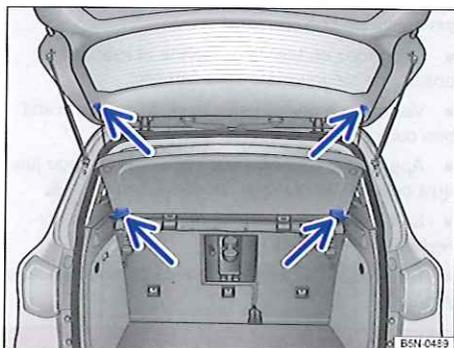

Fig. 97 Dans le coffre à bagages : dépose et repose du couvercle.
- Décrochez les sangles de retenue du hayon ⇒ fig. 97 (flèches du haut).
- Tirez le couvercle vers l'arrière pour le faire sortir des fixations latérales ⇒ fig. 97 (flèches du bas).
- Poussez le couvercle vers l'avant dans les fixations latérales ⇒ fig. 97 (flèches du bas).
- Accrochez les sangles de retenue au hayon ⇒ fig. 97 (flèches du haut).